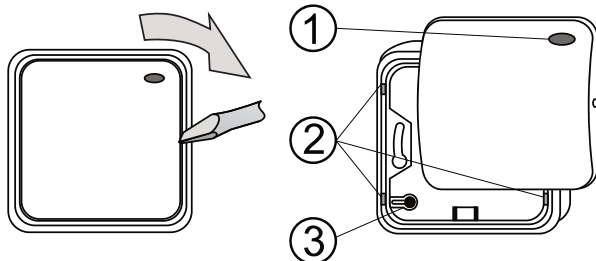

Abbildung 1: 1 – LED-Anzeige, 2 – Laschen des Gehäuseunterteils, 3 – Magnet
1. Entfernen Sie das Gehäuseoberteil (mit Hilfe eines Schraubendrehers, siehe Abb. 1).
2. Entfernen Sie das Gehäuseunterteil, indem Sie die 4 Laschen (2) an den Ecken eindrücken.
4. Befestigen Sie das Gehäuseoberteil mit der Elektronik an dem installierten Gehäuseunterteil. Wird das Gehäuseunterteil verwendet, muss der Magnet des Sabotagekontaktes (3) vom Gehäuseoberteil mit Elektronik in den Gehäuseunterteil übertragen werden.
5. Schließen Sie das Buskabel an die Klemmleiste (7) an.